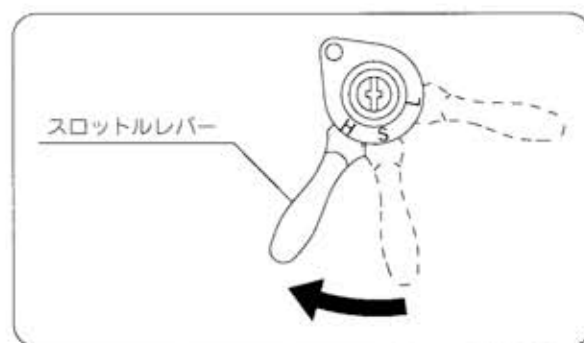

図9
⑤スロットルレバーを【高速(H)】位置の方に少し開きます。(図9)